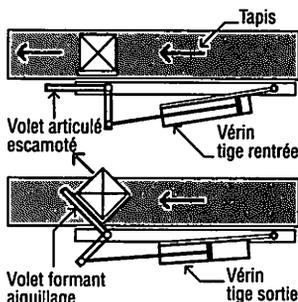

Fig. 2 : En haut le volet laisse passer les colis, en bas le volet transfère les colis sur le deuxième tapis.
- 2 vérins pneumatiques qui commandent des volets d'aiguillage (fig. 2) ;